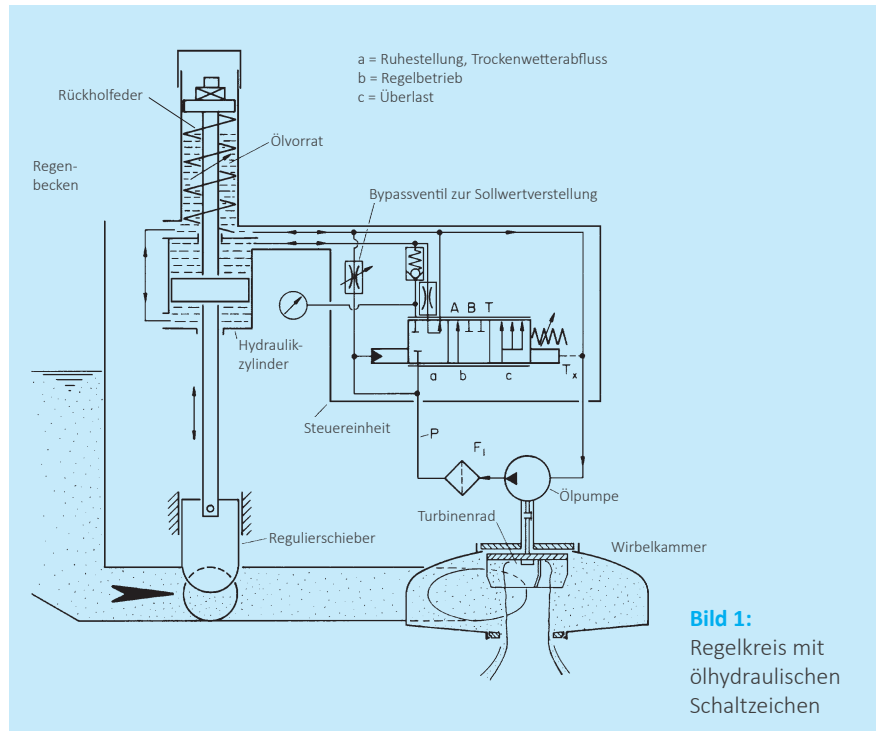

Bild 1: Regelkreis mit ölhydraulischen Schaltzeichen
Bild 1 zeigt stark vereinfacht den Aufbau des Regelkreises. Der Ablauf des Regenbeckens mündet tangential in eine Wirbeldrossel. Im oberen Teil der Wirbelkammer befindet sich ein flaches, leichtes Turbinenrad aus Kunststoff. Durch einen wasser- und luftdichten, aufklappbaren Deckel führt eine Drehwelle zu einer Ölpumpe. Die
Im Steuerblock (18) gibt es ein verstellbares Bypassventil (20), siehe **Bild 1 und 2**. Je weiter dieses Ventil geöffnet wird, um so schneller muss das Turbinenrad drehen, um den Reglerschieber zu schließen. Das Bypassventil ist im Werk kalibriert und in der Sollstellung plombiert. Möchte man den Sollabfluss verändern, muss der